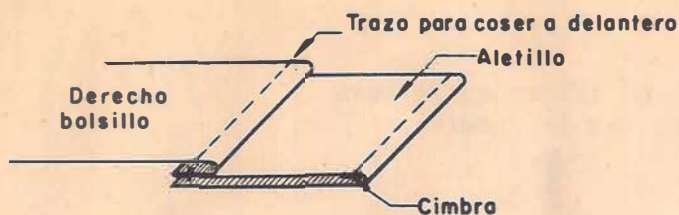

Fig. 4
- 3 - Se descargan los sobrantes de las costuras laterales, se voltea y se plancha. Luego, con una plantilla, se marca el sitio por donde se debe coser al delantero del saco. ( Fig. 4 )